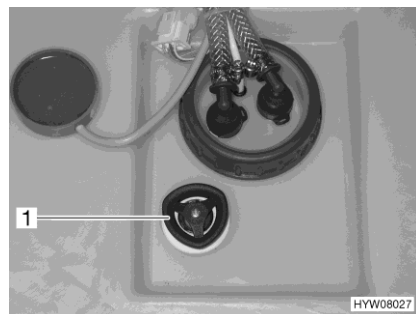

Fig. 134 Réservoir d'eau avec poignée tournante
- Faire tourner à fond dans le sens des aiguilles d'une montre la poignée tournante (Fig. 134,1) située sur le réservoir d'eau.
- Faire tourner la poignée tournante (Fig. 134,1) située sur le réservoir d'eau dans le sens inverse des aiguilles d'une montre jusqu'à ressentir une résistance. L'eau s'écoule, env. 20 litres restent.